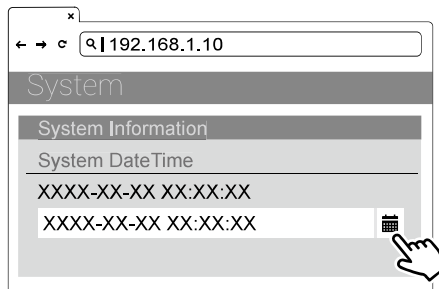

Figura 41. Seleccione DateTime
- 4) Seleccione el botón del calendario que aparece a la derecha para ajustar la fecha y la hora actuales. Véase la figura 41.